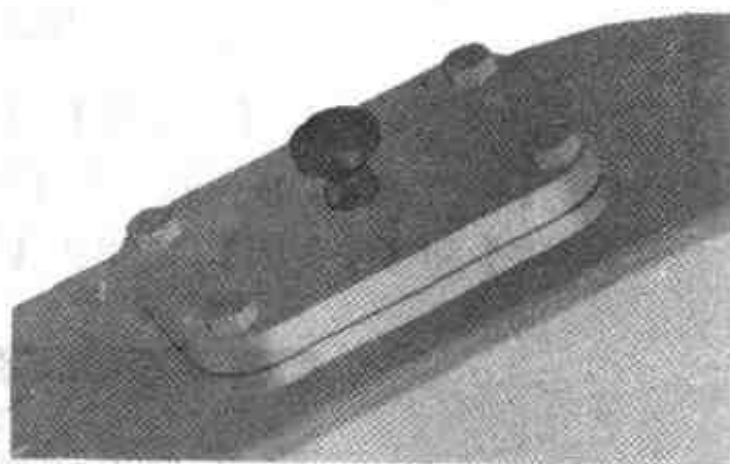

图 3.194 装上透气塞
- (6) 按空格键后重新将透气塞与三维球组合在一起，右击中心手柄，选择【到中心点】命令，单击视孔盖上表面上的圆孔外圆，结果如图 3.194 所示。